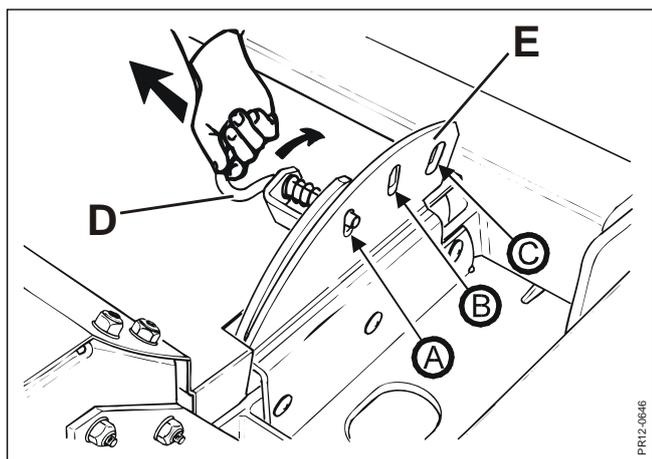

Fig. 3-16
Fig. 3-16 Le système est contrôlé par la poignée **D** qui peut être placée dans 3 positions sur le support **E**. Si la poignée est placée en position (A), la distance entre la tôle du conditionneur et les doigts est faible, en position (B) la distance est moyenne et en position (C) la distance est importante.